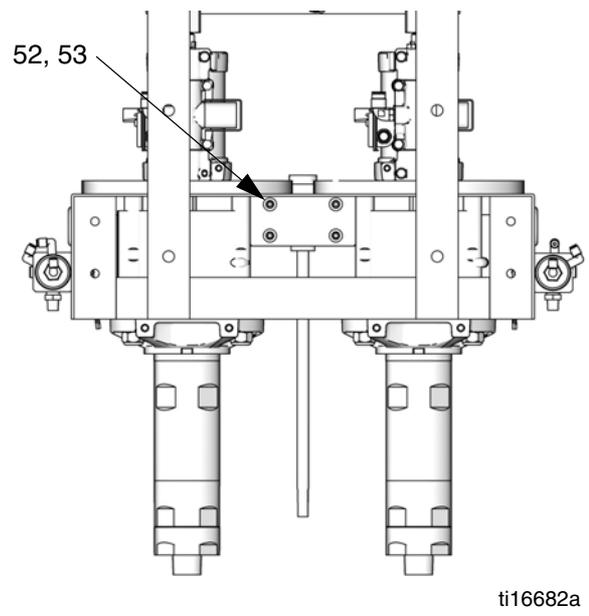

FIG. 25. Rimozione del collettore del sistema a pompa
2. Vedere FIG. 25, pagina 31. Scollegare le linee del fluido.
3. Mantenendo il collettore di miscelazione (13), rimuovere quattro viti (52) e le rondelle (53) che fissano il collettore di miscelazione (13) alla piastra del fluido (101, sistemi di misurazione) o al telaio della pompa (sistemi a pompa). Rimuovere il collettore.